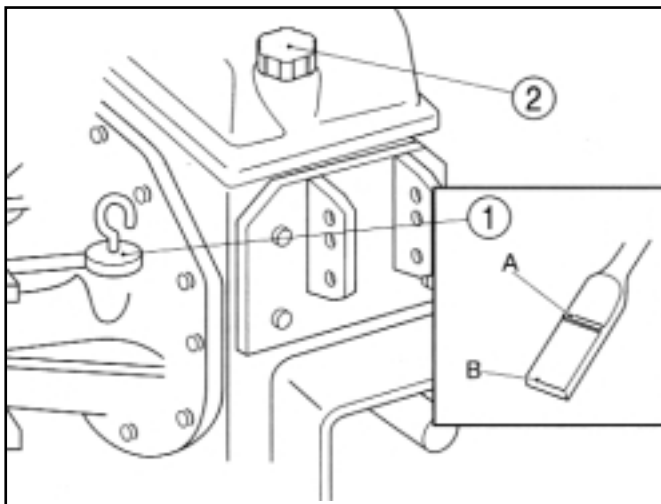

FIG. 99 / ABB. 99 / FIG. 99
2. Verwijder het filterelement (Fig. 99) uit de motor en werp het weg. Verwijder ook de oorspronkelijke filterpakking.
**TK527, TK532 et TK538** - Placez le tracteur sur un sol plat et enlevez la jauge d'huile (Fig. 99). Le niveau doit être entre les marques A & B.
Rajoutez de l'huile si nécessaire en enlevant le bouchon (2) dans la Fig. 99 ou 100 et en ajoutant de l'huile par le trou de remplissage.